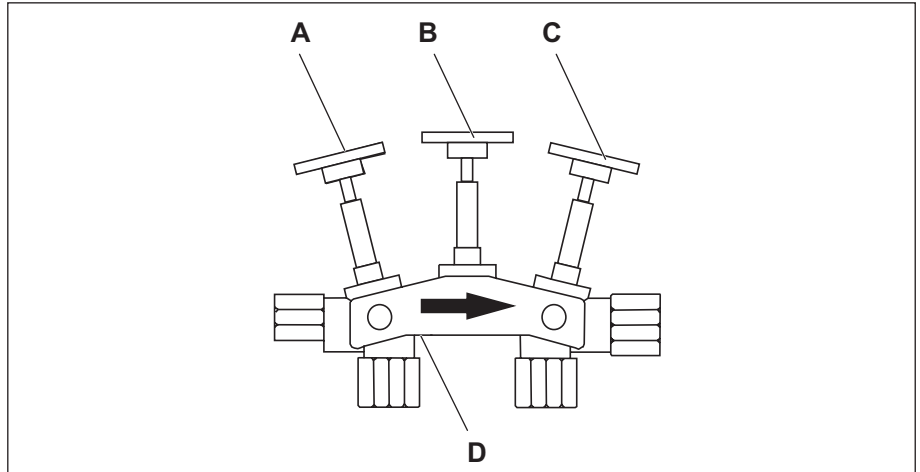

Abb. 6: Ventilpositionen der Verschneidearmatur
- Verschneidearmatur mit der Pfeilspitze in Fließrichtung (Abb. 6) im bauseitigen Rohrleitungssystem installieren.